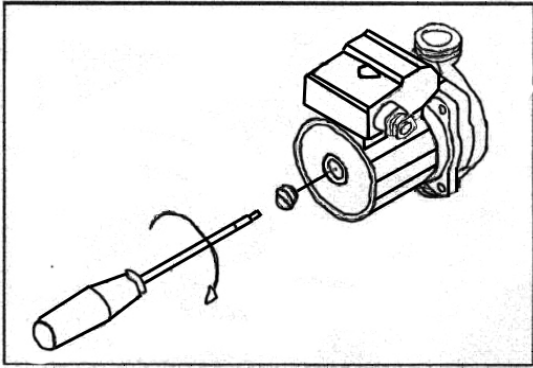

Рис. 7. Проверка циркуляционного насоса
-убедитесь, что питание котла отключено, затем при помощи отвертки открутите заглушку насоса (при этом, если система отопления заполнена, будет вытекать небольшое количество воды) и проверните его несколько раз туда и обратно (рис. 7). Плотнo закрутите заглушку.